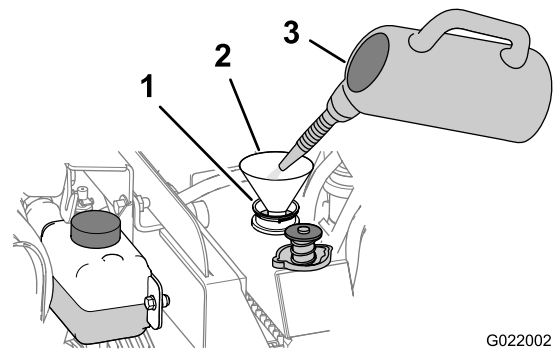

Bild 141
- B. Füllen Sie Reinigungslösung für die Kühlanlage durch den Füllstutzen in den Kühler ein (Bild 141).